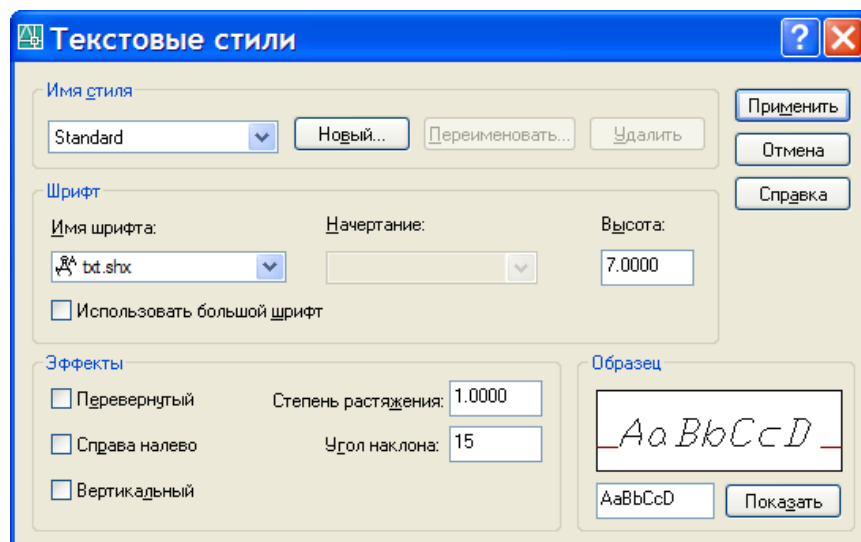

Рис. 1.73. Диалоговое окно **Текстовые стили**
3. Для настройки текстового стиля используется диалоговое окно **Текстовые стили** (рис. 1.73). Понятие стиля включает в себя имя шрифта и ряд особенностей его использования (наклон букв относительно вертикали, наличие эффекта переворачивания и др.).